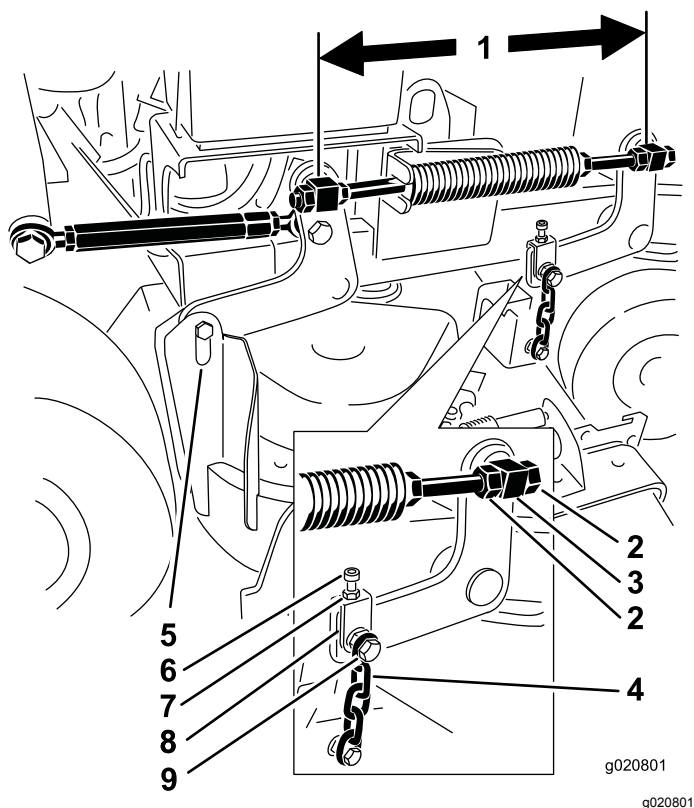

Figura 80
(distancia entre centros) en cada varilla roscada (Figura 80).
2. Afloje las contratuercas en el pivote **delantero** (Figura 80).
4. Apriete las contratuercas en el pivote **delantero** (Figura 80).
6. Si es necesario ajustarlo, afloje el perno superior de la cadena (Figura 80).
- Afloje las contratuercas de los pivotes delanteros derecho e izquierdo (Figura 80).
- Apriete las contratuercas de los pivotes delanteros derecho e izquierdo (Figura 80).
- Afloje las contratuercas del pivote izquierdo delantero (Figura 80).
- Apriete las contratuercas del pivote izquierdo delantero (Figura 80).
- Afloje los pernos superiores de las cadenas (Figura 80).
- Afloje las contratuercas en cada horquilla (Figura 80).
- Apriete las contratuercas y los pernos superiores de las cadenas (Figura 80).